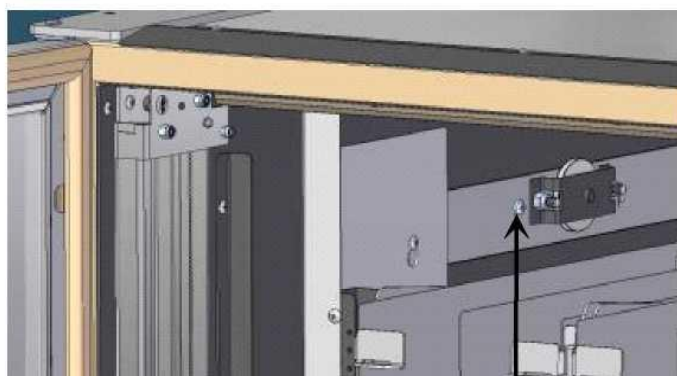

Рисунок 1
2. Расположите торговый автомат на горизонтальной поверхности. Убедитесь, что левая стеклянная дверь автомата может полностью открываться на 110 градусов, не задевая за какие-либо препятствия, а правая выдвижная панель с платежным терминалом может плавно выдвигаться. Открутите крепежные винты плиты противовеса подъемного механизма (как показано на рис. 1) и убедитесь, что лоток может быть полностью выдвинут для пополнения товаров.